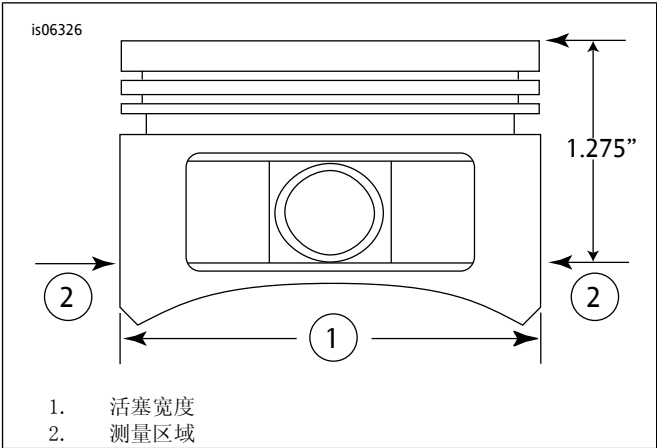

图2。活塞测量值
5. 参见图2。测量活塞宽度（1），活塞销孔两侧水平90度方向、活塞（2）平面（顶部）向下32.38 mm (1.275 in) 处。参见表11了解此位置的活塞至汽缸配合。